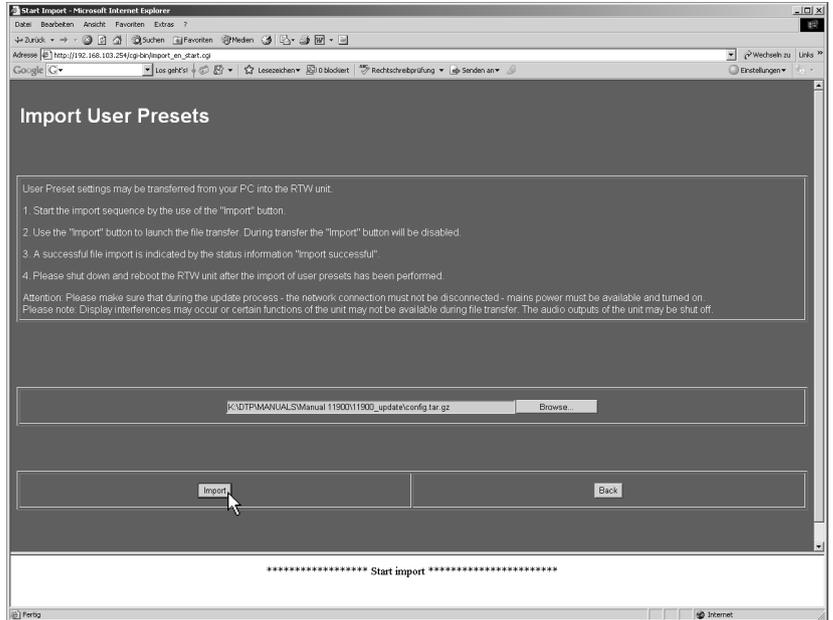

Bild 8-21: Starten des Imports
5. Aktivieren Sie über die Schaltfläche „Import“ den Transfer der Anwender-einstellungen in den SurroundMonitor (siehe Bild 8-21). Sollte die Schaltfläche „Import“ nicht sichtbar sein, verschieben Sie die Seite mit den grauen Balken am rechten Bildschirmrand. **Achten Sie darauf, dass während des Datentransfers keine Unterbrechung der Netzwerkverbindung oder der Stromversorgung auftritt!**